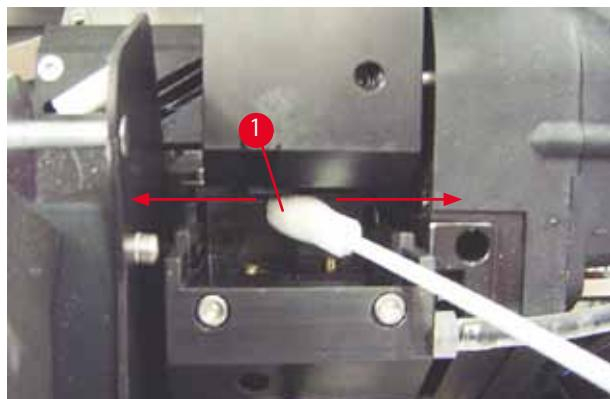

Рис. 51
5. Осторожно вставьте палочку в зазор под печатающей головкой (→ "Рис. 51"). и легким нажатием вверх (на печатающую головку) переместите из одной стороны в другую (ок. 10 раз). Отложения засохших чернил отделяются и удаляются.